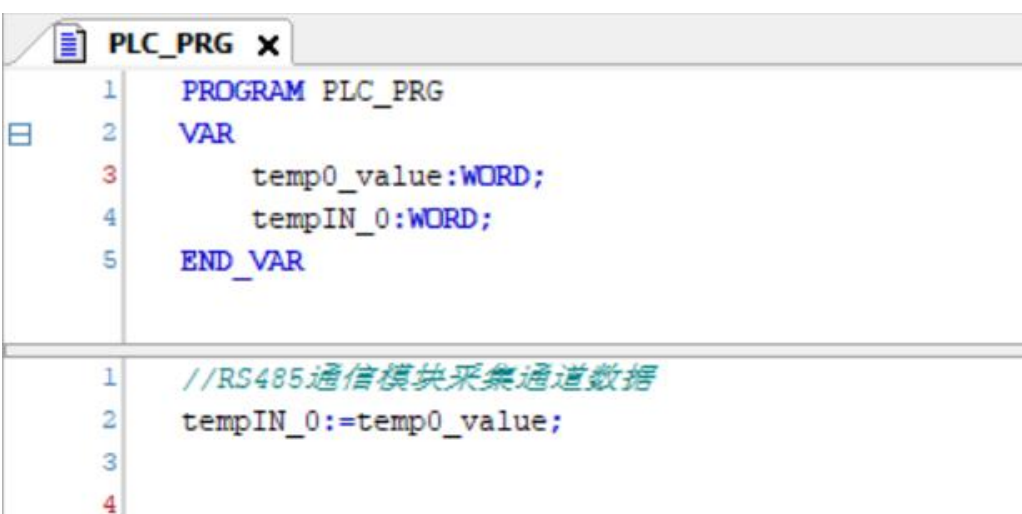

图 10 程序代码
- 8) 采用 ST 编程语言编程，在“PLC_PRG”文件中定义映射变量 temp0_value 和变量 tempIN_0，把映射变量 temp0_value 的值赋值给 tempIN_0，如图 10。